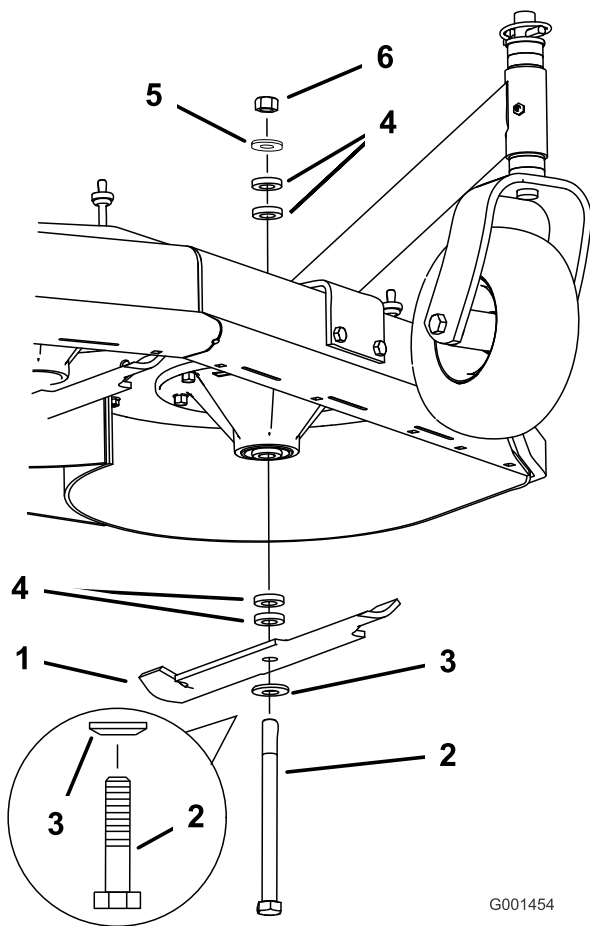

Figure 60
2. Enlevez de l'axe, l'écrou, le boulon de lame, la rondelle bombée, la lame, les entretoises et la rondelle mince (Figure 60).
- Montez le boulon, la rondelle bombée et la lame. Choisissez le nombre d'entretoise(s) pour la hauteur de coupe, et insérez le boulon dans l'axe (Figure 60).
- Posez la ou les dernière(s) entretoise(s) et fixez-la ou les en place avec une rondelle mince et un écrou (Figure 60).